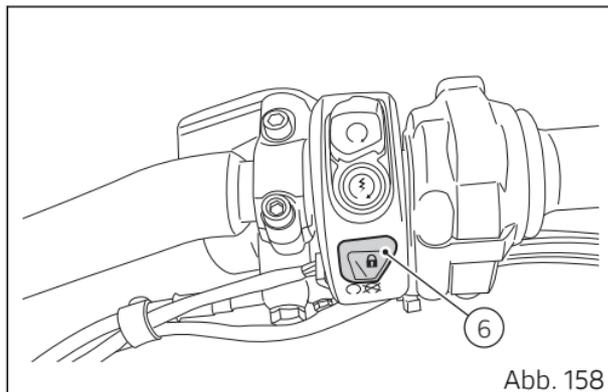

Abb. 158
Das Key-off erfolgt bei einer Fahrzeuggeschwindigkeit gleich Null durch Drücken der am Lenker angeordneten Taste (6, Abb. 158) oder durch Drücken der Taste am „Hands Free“-Block (1). Bei von Null abweichenden Geschwindigkeiten ist dies nur durch Drücken der Taste am Hands Free-Block (1) möglich.